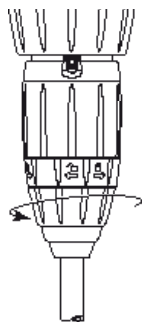

Рис. 15
- Отвинтите гайку и снимите всасывающий шланг (Рис. 15).